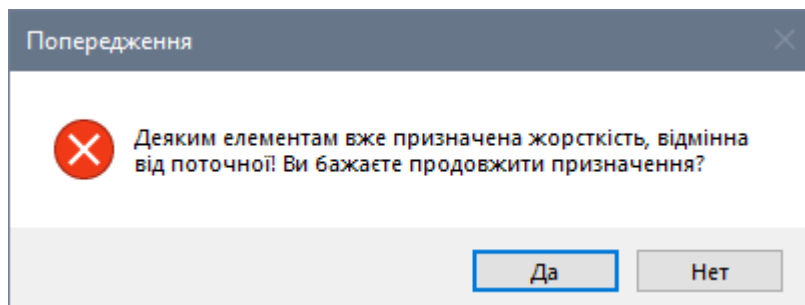

Рис. 8.14. Діалогове вікно **Попередження**
- На екрані з'являється діалогове вікно **Попередження** (рис. 8.14), в якому натисніть на кнопку **Так**.